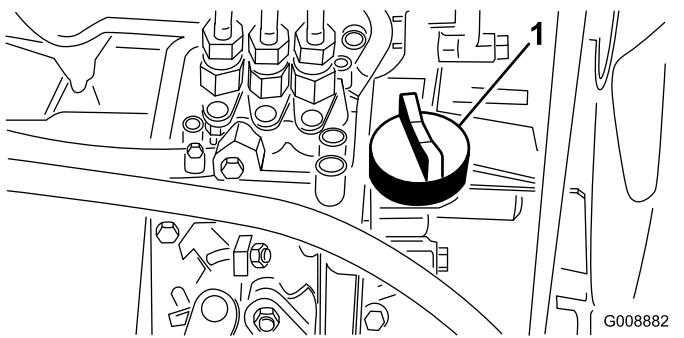

Figura 28
4. Se l'olio è insufficiente, togliete il tappo di rifornimento (Figura 28) e aggiungete lentamente piccole quantità di olio, controllando spesso il livello, finché non raggiunge il segno di pieno sull'asta.